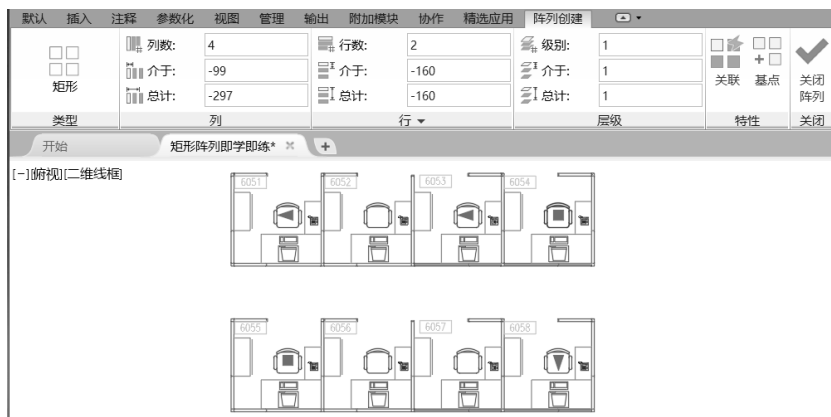

图 4-34 在“阵列创建”上下文选项卡中修改矩形阵列的相关值
- ❹ 在功能区出现的“阵列创建”上下文选项卡中修改矩形阵列的相关参数值，如图 4-34 所示。